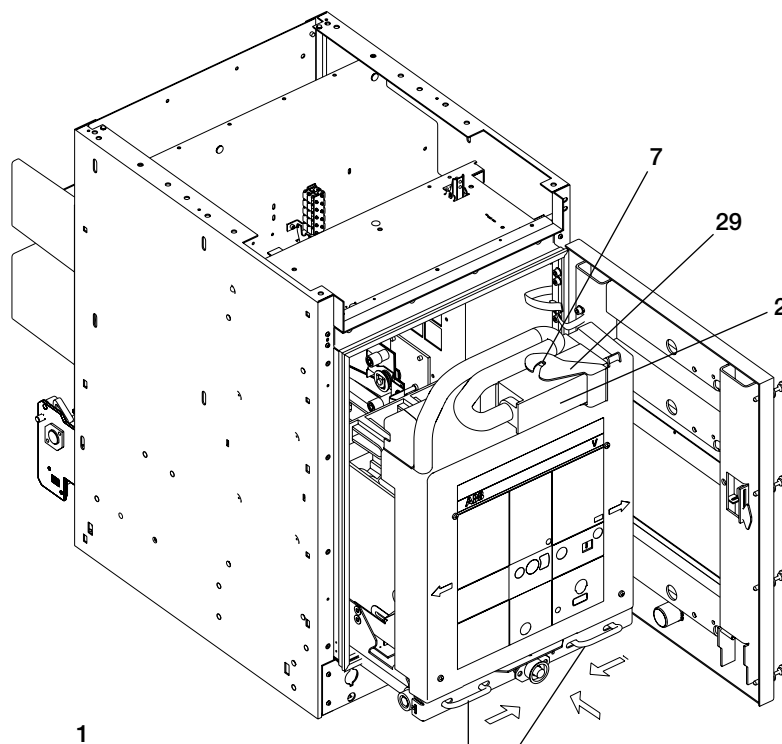
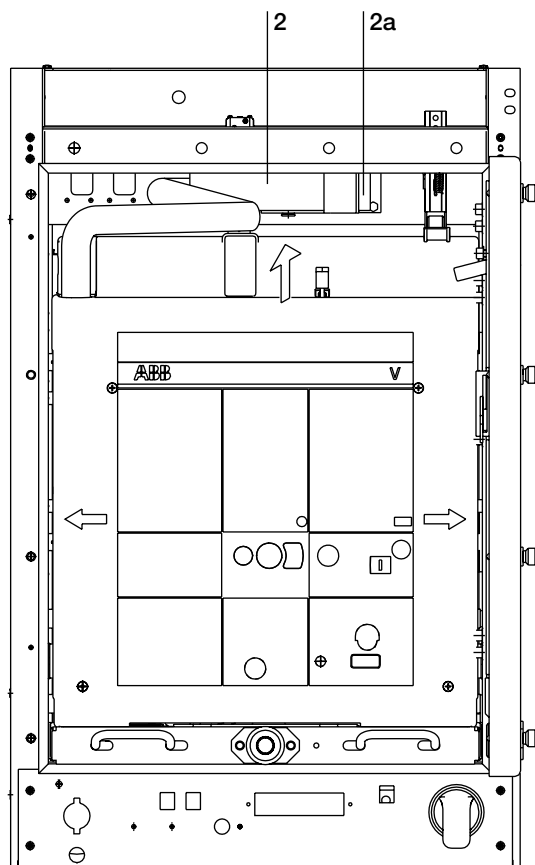

Fig. 8
Fig. 9
- (1) *Passaggio da contattore estratto alla posizione di "sezionato"*
- Spingere manualmente il contattore senza forzare eccessivamente, finché si arresta (fig. 8)
- Spostare contemporaneamente le due maniglie (1) verso l'asse mediano del contattore e contemporaneamente spingere progressivamente tramite le maniglie il contattore verso il fondo del contenitore: lasciare libere le maniglie (1) e continuare l'inserzione manuale finché il contattore si blocca con le maniglie (1) che scattano lateralmente.
- (1) *Passing from contactor withdrawn to the "isolated" position*
- Manually push the contactor in until it stops, without applying excessive force (fig. 8)
- At the same time, move the two handles (1) towards the median axis of the contactor and, simultaneously, push the contactor right into the back of the enclosure gradually by means of the handles: release the handles (1) and continue manual connection until the contactor locks into the handles (1) which click sideways.
(2) Passaggio dalla posizione di “sezionato” a quello di “sezionato in prova” (connessione degli ausiliari)
- Liberare il connettore mobile (2) dal piolo (7) (fig. 8) posto sulla sommità del contattore, inserito nella presa fissa del contenitore e premere la leva (2a) (fig. 9) contro il connettore mobile.
(2) Passing from the “isolated” to the “isolated for test” position (connection of the auxiliaries)
- Release the moving connector (2) from the latch (7) (fig. 8) placed on top of the contactor, inserted in the fixed socket of the enclosure, and press the lever (2a) (fig. 9) against the mobile connector.